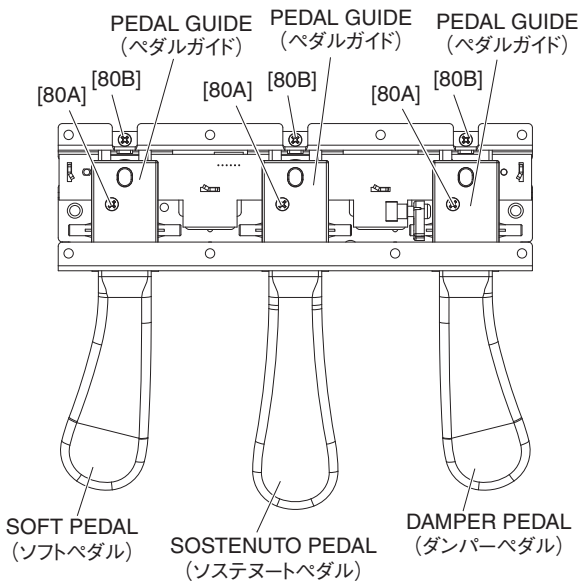
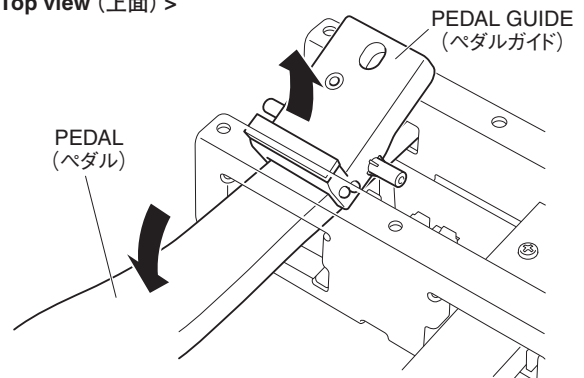

Fig. 14 (図14)
Fig. 15 (図15)
- 21-4 Remove the three (3) screws marked [80A]. The three (3) pedal guides can then be removed as shown in Fig. 15. (Fig. 14, 15)
- 21-5 Remove the three (3) screws marked [80B]. (Fig. 14)
Push down the pedal (damper) and then draw it forward. The sostenuto and soft pedals can then be removed in the same manner. (Fig. 14, 15)
- 21-4 [80A] のネジ 3 本を外して、図 15 のようにペダルガイド 3 個を外します。(図 14, 15)
- 21-5 [80B] のネジ 3 本を外します。(図 14)
ペダル (ダンパー) を下に押してから、手前に引き出します。ソステヌートペダル、ソフトペダルも同様に外します。(図 14, 15)